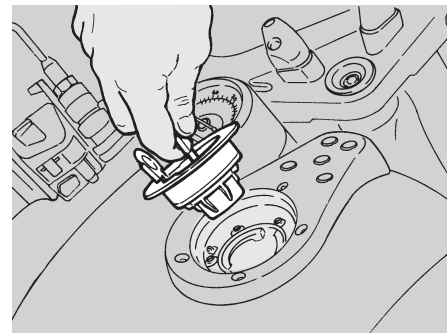

Fig. 10
**Si involontairement, de l'essence est renversée, contrôler que la surface est complètement sèche et avant de démarrer le véhicule, vérifier qu'il ne reste pas de carburant sur le bord de la goulotte de remplissage. L'essence se dilate sous l'effet de la chaleur et sous l'action d'irradiation du soleil. Par conséquent ne jamais remplir jusqu'au bord le réservoir. Fermer soigneusement le bouchon (Fig. 10) à la fin de l'opération de ravitaillement. Eviter le contact du carburant avec la peau, l'inhalation des vapeurs, l'ingestion et le transvasement d'un réservoir à un autre au moyen d'un tuyau.**